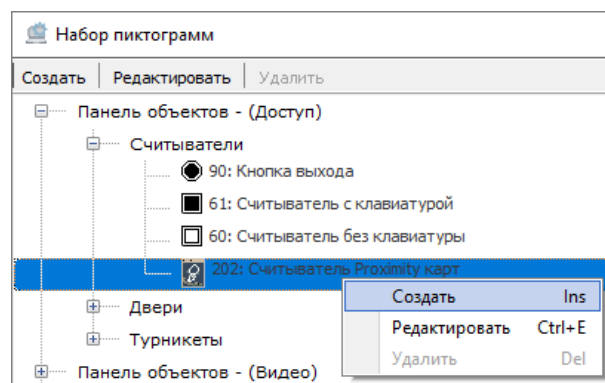

Рисунок 6-515 Выбор выполнения команды "Создать" для выбранного базового вида пиктограмм "202: Считыватель Proximity карт"
- 3) щелкните по выбранному базовому виду пиктограмм правой клавишей мыши и выберите в контекстном меню вида пиктограмм команду «Создать» (см. Рисунок 6-515) или выделите выбранный базовый вид пиктограмм и нажмите клавишу <Ins> на клавиатуре;